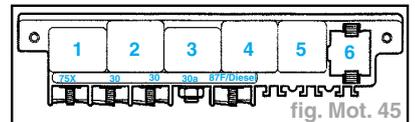

fig. Mot. 45
- Valeur consignée : le relais du système d'injection directe diesel (système électrique central, alvéole **5**) doit s'exciter (fig. Mot. 45).